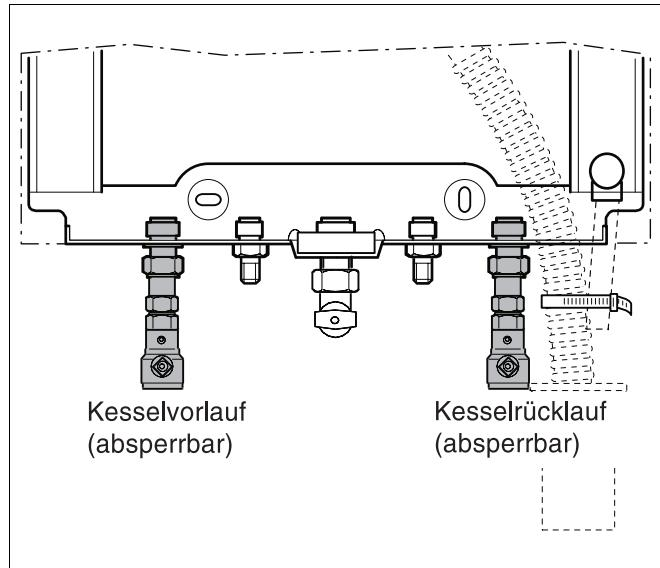

Abb. 9 Kesselvorlauf und Kesselrücklauf
- Öffnen Sie das Absperrventil für Kesselvorlauf und Kesselrücklauf (Abb. 9) an den Rohranschlüssen.